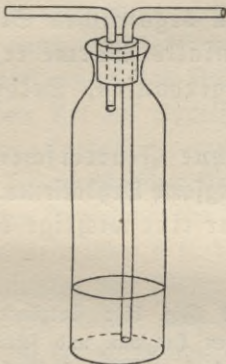

Fig. 13. Atmungsversuch mit Kaltwasser.
**Versuch 2** (Fig. 13): (Atemung) Bringe in eine weithalsige Flasche, in deren Öffnung ein langes und ein kurzes Rohr luftdicht eingesetzt sind, unten etwas Kaltwasser und sauge vermittels des kurzen Rohres Luftblasen hindurch. Verändert sich das Kaltwasser? Darauf blase durch das lange Rohr Atemluft in die Flasche. Beobachtung? Vgl. Versuch d, 3.